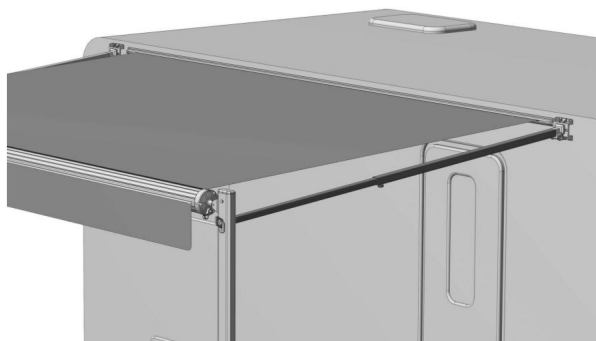

Figure D11
b. Desserrez le bouton de verrouillage noir pour étendre l'auvent au maximum, puis serrez-le. c. Appuyez sur le loquet du bras et ajustez la tige de support à la hauteur appropriée. L'auvent est ouvert. (Figure D11). Vous pouvez insérer le clou de sol dans les supports inférieurs pour rendre l'auvent plus stable.